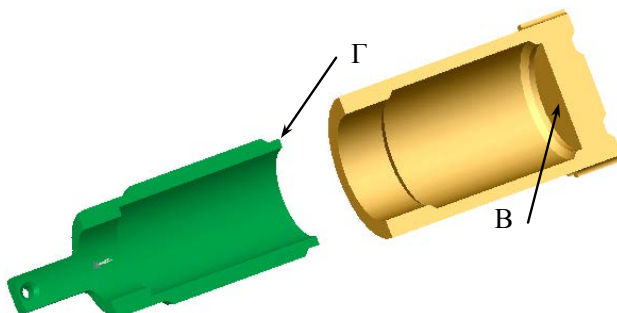

Рис. 7.3
9. Для полного соединения моделей необходимо задать еще одно сопряжение. Для этого необходимо выбрать торцевую поверхность **В** детали Lab_02 и внутреннюю поверхность **Г** детали Lab_03 (рис. 7.3). Задать сопряжение – совпадение.